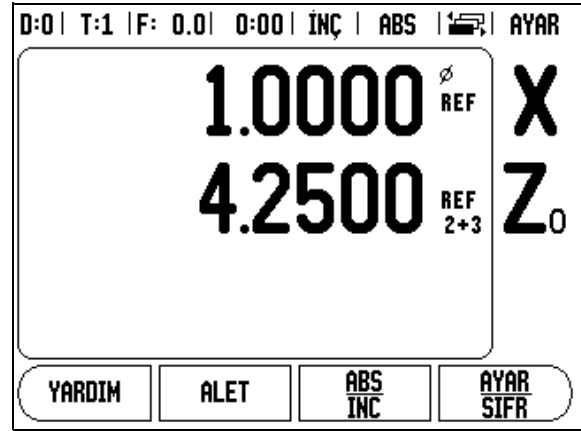

Fig. II.4 Z Kuplajını Etkinleştirme
- ▶ Ünitenin arkasında kodlayıcı girişiyle ilişkilendirilmiş sayı tuşlarına basın. İkinci bir girişi birinciyle çiftlemek için + veya - ekran tuşlarına basın. Giriş sayıları konumun kuplajlı konum olduğunu gösteren eksen etiketinin yanında gösterilir (örnek, "2+3"). Bkz: Fig. II.4.
Z₀ ve Z eksenini kuplajlayarak sonucun Z₀ ekranında gösterilmesini sağlamak için Z₀ tuşuna yaklaşık olarak 2 saniye basın. Z₀ ekranında Z konumlarının toplamı gösterilir ve Z ekranı boşaltılır. Bkz: Fig. II.4.